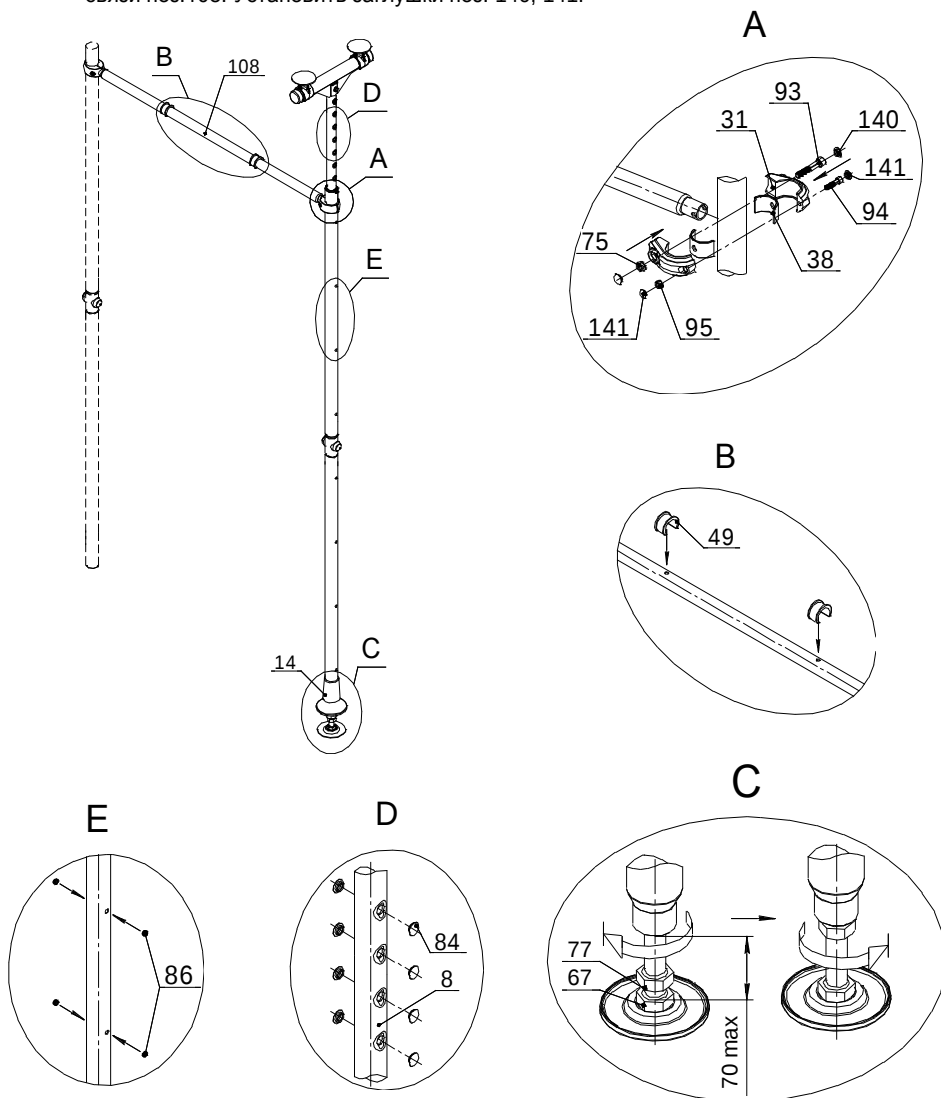

Рис.4
- A. Установить связь поз.108 (рис.4). Винты поз.93; 94 туго не затягивать, заглушки поз. 140; 141 не устанавливать.
- A. Установить связи поз.108. Виты поз.93; 94 туго не затягивать, заглушки поз. 140; 141 не устанавливать(рис.4)
- C. Распереть КОМПЛЕКС вывинчиванием болта поз.67. Обеспечить вертикальность установки стойки (контролировать по отвесу), после касания всех верхних опор с потолком необходимо выполнить 1-3 оборота болта поз.67 и закончить его гайкой поз.77 (рис.4)
D. Установить заглушки поз.84 (рис.4).
E. Установить заглушки поз.86 (рис.4).
Произвести окончательную затяжку винтов поз. 93; 94, убедившись в горизонтальности связи поз.108. Установить заглушки поз. 140; 141 (рис. 4).